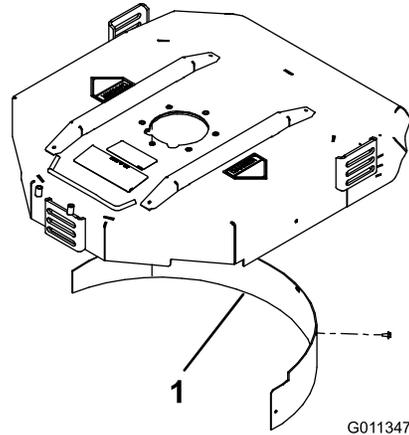

Bild 10
2. Montieren Sie das Mulchablenkblech in der hinteren Öffnung und befestigen Sie es mit 5 Bundschrauben (Bild 10).